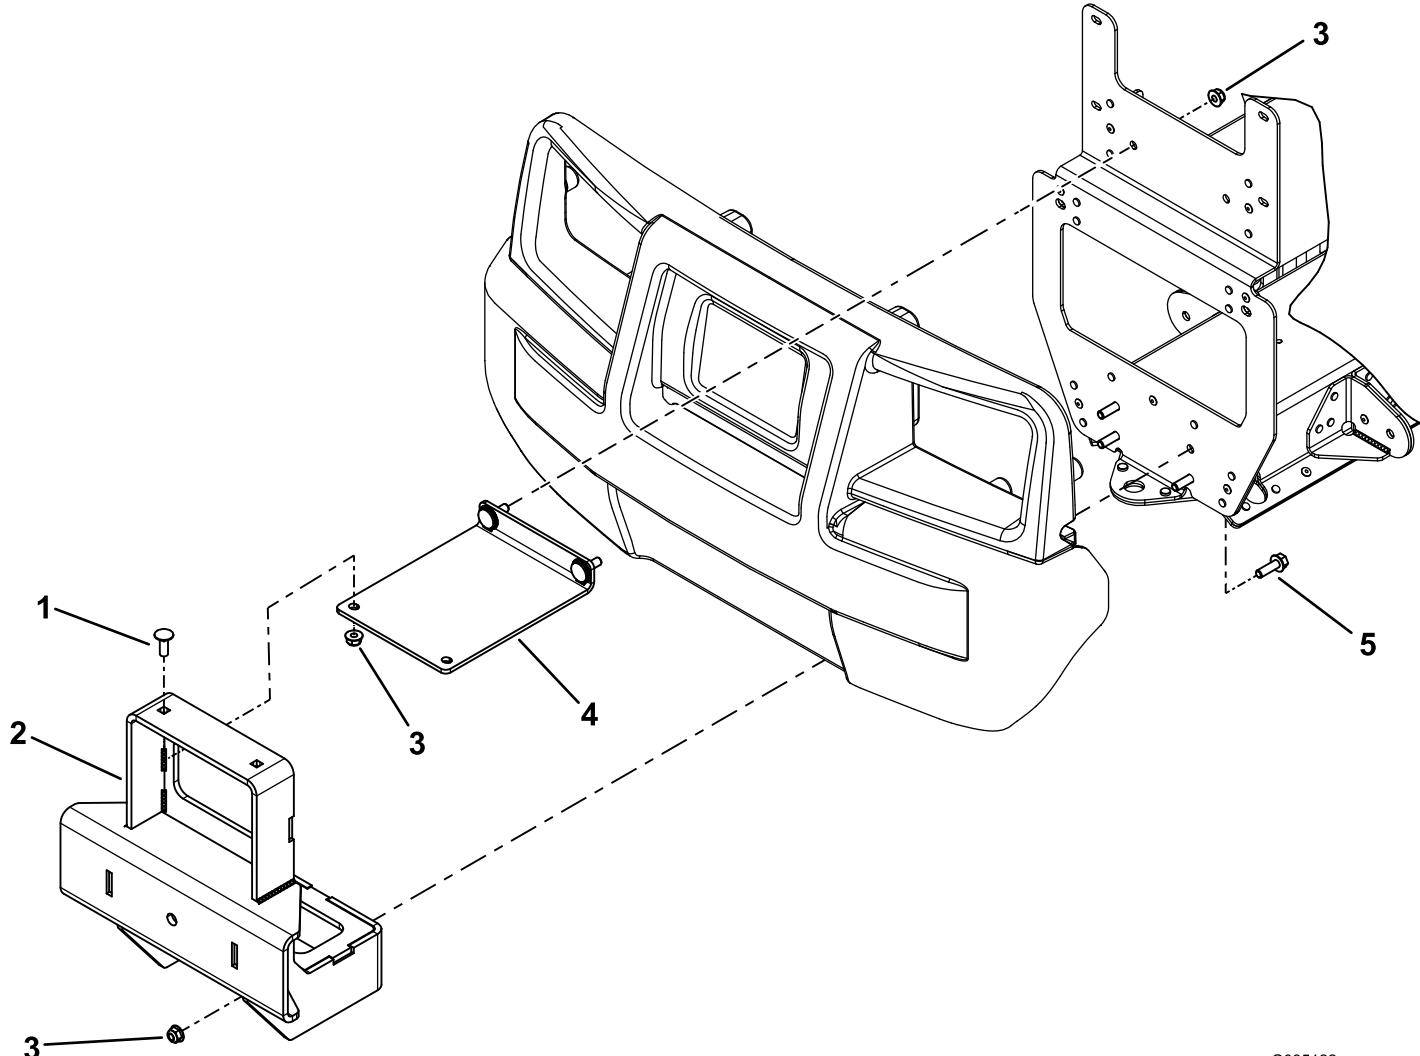

Figure 2
à embase (5/16 x 1") et 2 écrous à embase (5/16"), comme montré à la Figure 2.
3. Fixez sans serrer le support de ramasse-balles sur le support de pare-buffle long au moyen de 2 boulons de carrosserie (5/16 x 7/8") et 2 écrous à embase (5/16"), comme montré à la Figure 2.